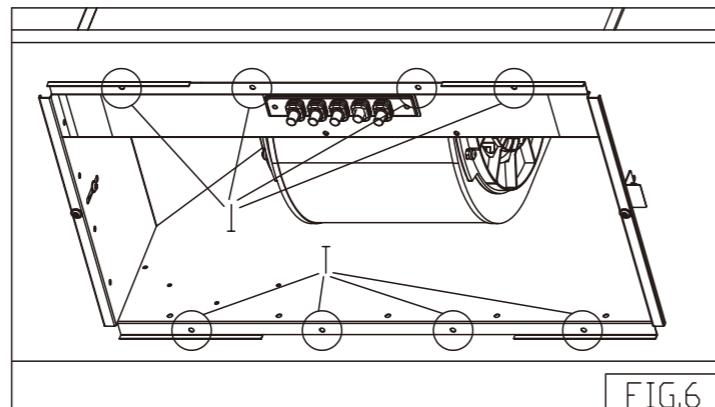

FIG.6
E. Retirez les 8 vis à bois M5x20L de l'emballage et utilisez une perceuse électrique afin de positionner et fixer la hotte au dessous de l'armoire (Fig. 6).